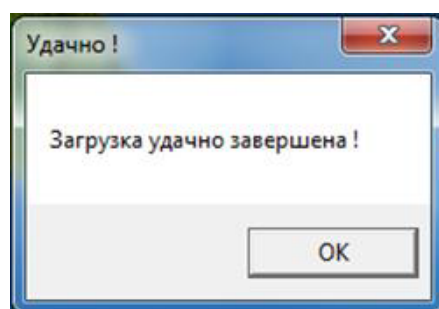

Рисунок 11 - Успешное завершение загрузки
- 1.1.13. После полной загрузки ПО, программа avg_boot выдаст сообщение об успешной загрузке (рисунок 11).